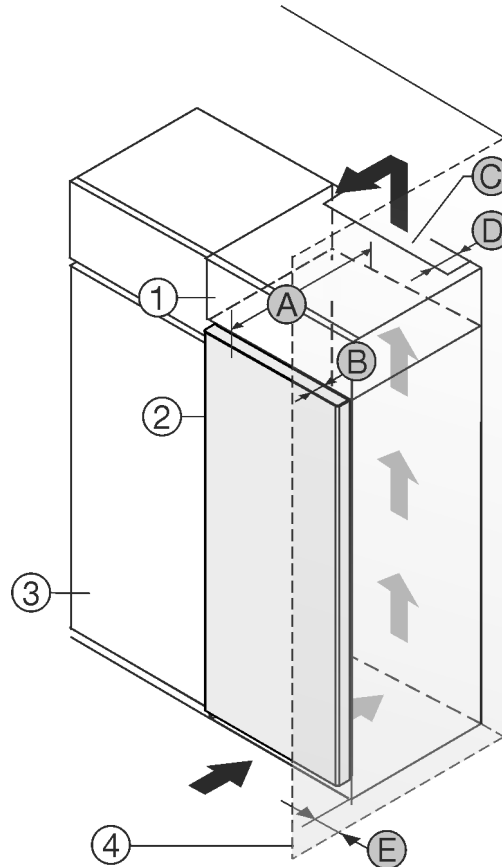

Fig. 1
- (1) Uždedama spintelė *
- (2) Prietaisas *
- (3) Virtuvės spinta *
- (4) Sieną *
- (5) Prietaiso gylis *
- (A) Prietaiso gylis *
- (B) Durų gylis *
- (C) Vėdinimo angos skerspjūvis *
- (D) Atstumas iki galinės prietaiso pusės *
- (E) Atstumas iki prietaiso pusės *
Prietaisą galite statyti iš karto šalia virtuvės spintelės Fig. 1 (3)*.
Galinėje uždedamos spintelės pusėje turi likti tarpas ventiliacijai, kurio gylis Fig. 1 (D) būtų per visą uždedamos spintelės plotį.*
Po patalpos lubomis turi būti laikomasi vėdinimo angos skerspjūvio Fig. 1 (C)*.
Jei prietaisas su lankstais statomas greta sienos Fig. 1 (4), mažiausias atstumas tarp prietaiso ir sienos turi būti 13 mm.*
Jei prietaisas su lankstais statomas greta sienos Fig. 1 (4), mažiausias atstumas tarp prietaiso ir sienos turi būti 20 mm.*
Kad durys atsidarytų iki galo, palyginti su šaldytuvo priekiu, prietaisas turi išsikišti bent per savo durų gylį *Fig. 1 (B)*. Priklausomai nuo virtuvės spintelių *Fig. 1 (3)* gylio ir atstumo iki sienos nustatančių detalių naudojimo, prietaisas gali išsikišti daugiau.*